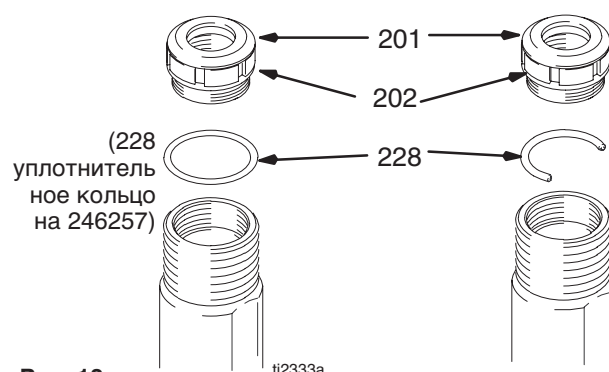

Рис. 13
Рис. 13. Установите уплотнение (201) в гайку уплотнения (202). Установите регулировочную шайбу горловины (228) на гайку уплотнения. Свободно установите уплотнение гайки в цилиндр.